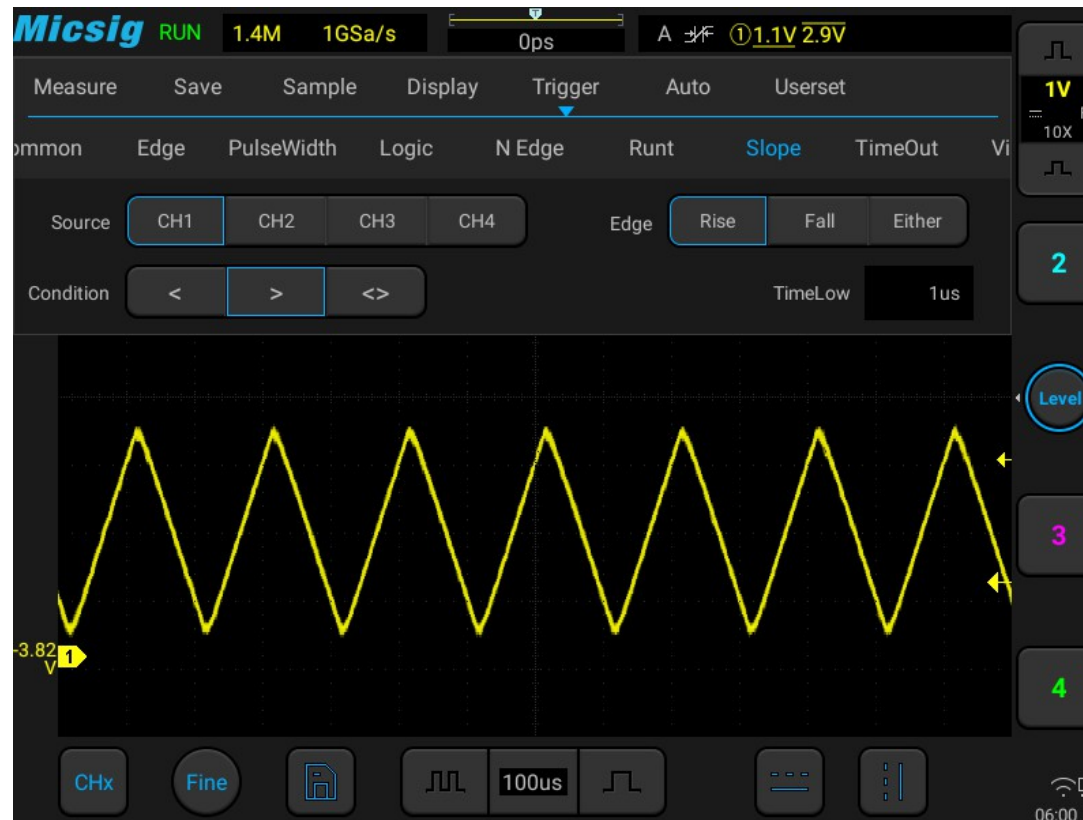

Abbildung 6-27 Menü „Slope Trigger Setting“
- 1) Tippen Sie im Hauptmenü auf „Trigger“, um das Triggermenü zu öffnen, wählen Sie den Steigungs-Trigger im Triggertyp aus und stellen Sie den Steigungs-Trigger wie in Abbildung 6-27 gezeigt ein: